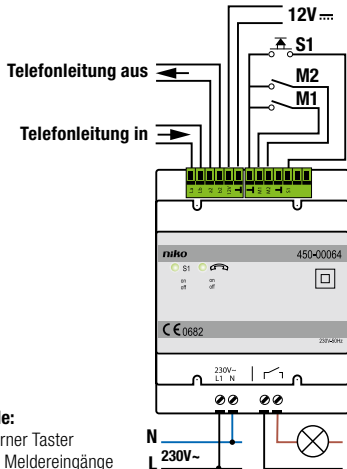

fig.1
1. Schließen Sie die ankommende Telefonleitung an die Anschlussklemmen La und Lb (tip und ring) des Gerätes an. An den Anschlussklemmen a2 und b2 (siehe Abb.1) können Sie weitere Telefondosen installieren. Sie können das Telefoninterface auch an die Nebenstelle einer Telefonanlage anschließen. Die obere Steckklemmleiste ziehen Sie zur Installation der Anschlussdrähte vom Gerät nach oben ab.
2. Verbinden Sie die Anschlüsse L1 und N mit dem 230-V-Versorgungsnetz (s. Abb. 1). Die Anschlussklemmen sind für Leitungen bis max. $1 \times 1,5 \text{ mm}^2$ ausgelegt.